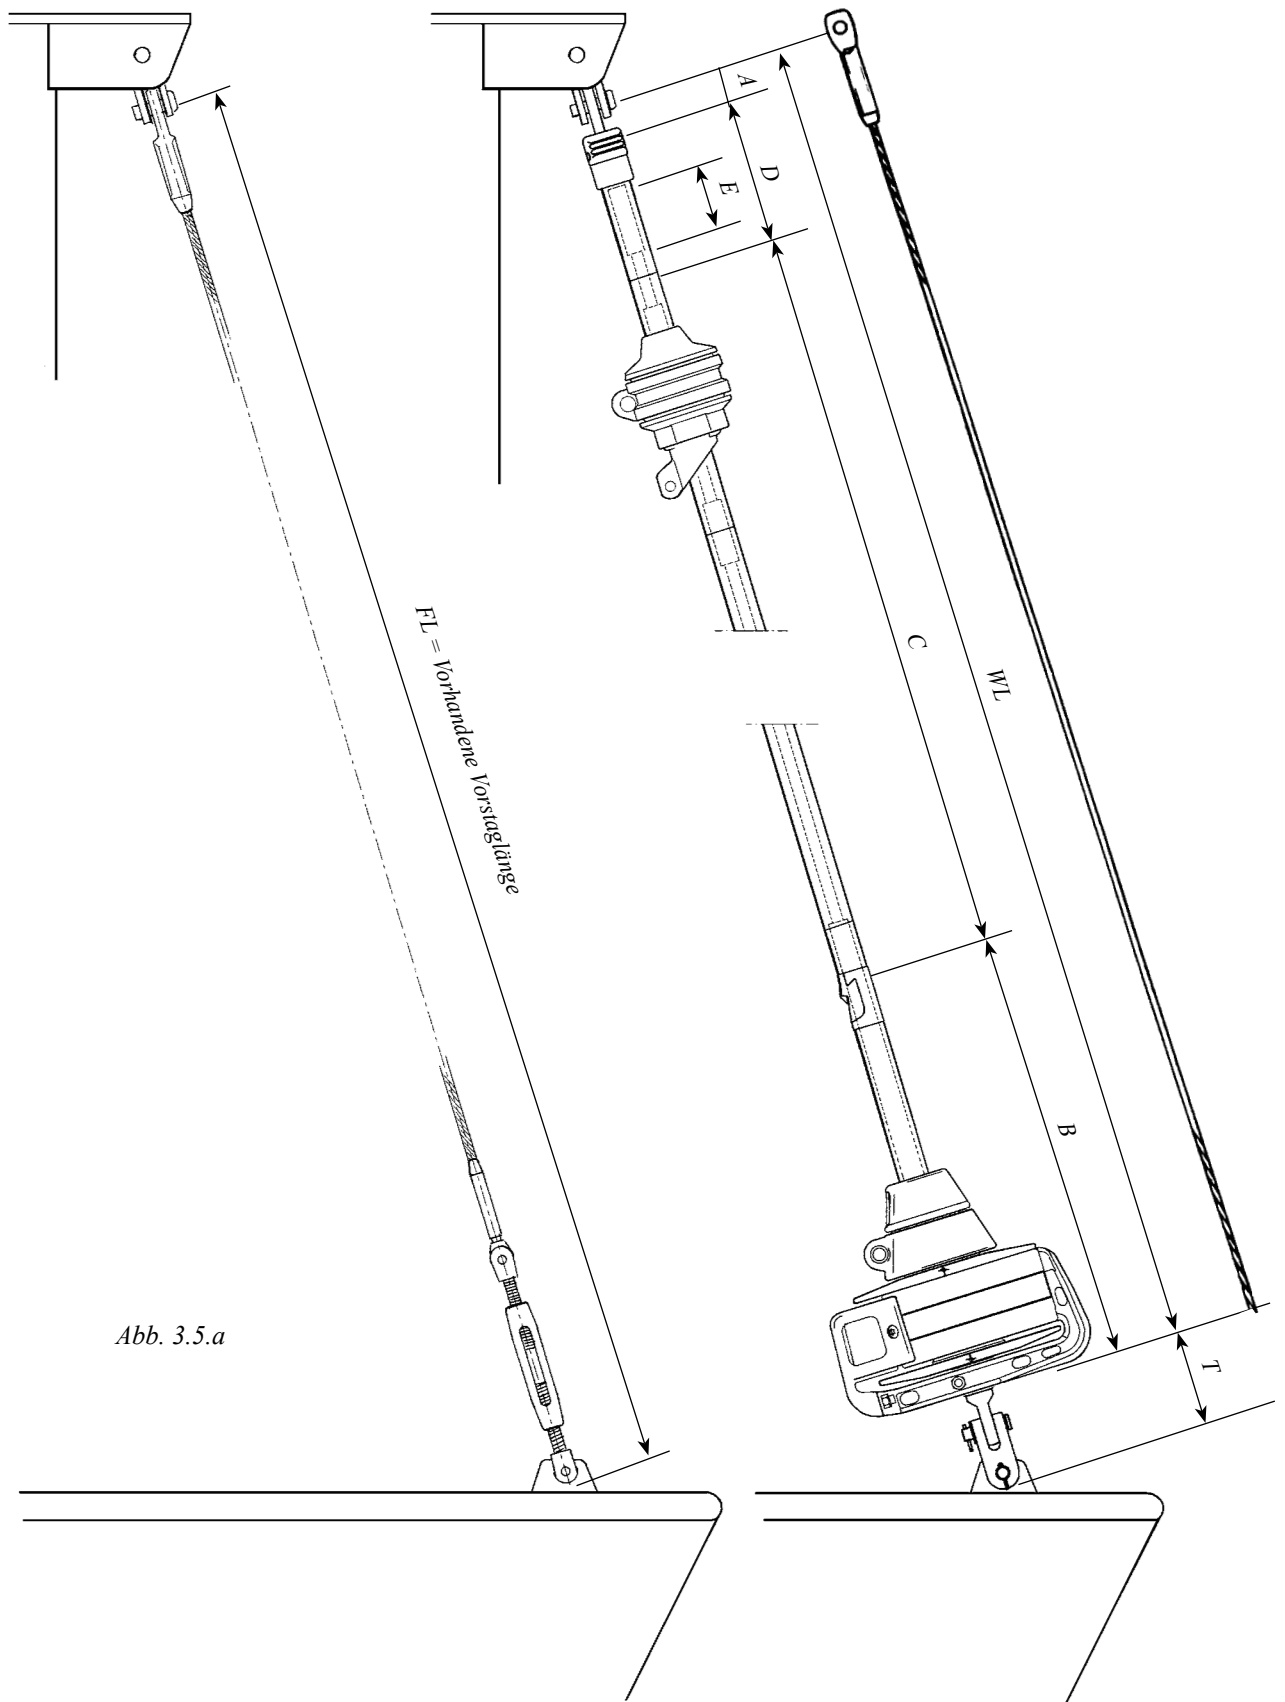

Abb. 3.5.a
16. Kontrollieren Sie die Länge des Stags laut Tabelle 1 (3.5.1) & Abb. 3.5.a. Ist ein Furlex-Wantenspanner montiert, muß dieser 50% geöffnet sein. (Siehe Tabelle 14.1.1 Einstellen des Wantenspanners).